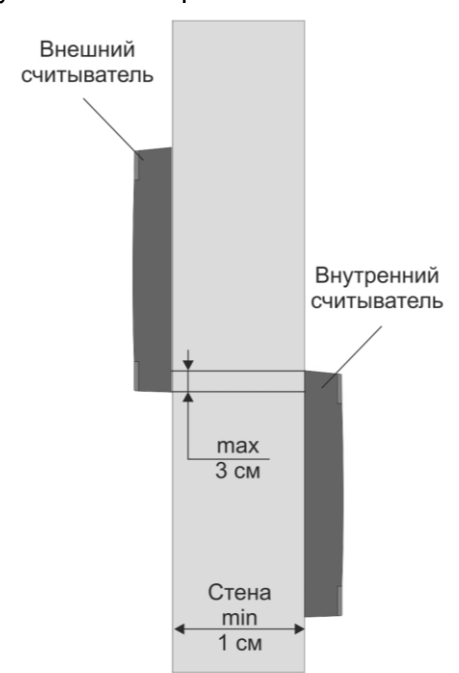

Рисунок 4. Крепление считывателей с разнесением по вертикали
- Если толщина стены менее 10 см (например, стеклянная панель), то считыватели необходимо разнести по вертикали (рисунок 4). Максимальное наложение одного считывателя на другой по вертикали – 3 см (антенны не должны пересекаться).